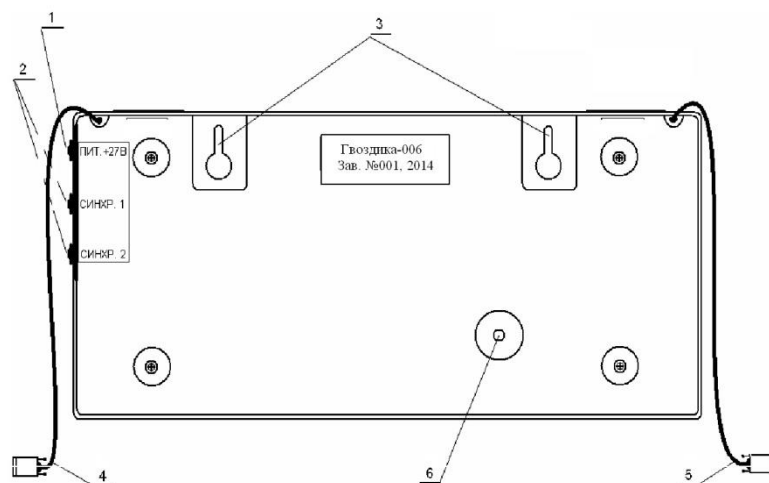

Рисунок 2- БПГ (вид сзади)
6.2.5. Вывинтить на фронтальной части П1 2 шурупа и установить на них с помощью ушек БПГ (см. рисунок 2). Состыковать кабельные разъемы приемный и генераторный БПГ с ответными частями на ПП и ПГ соответственно.